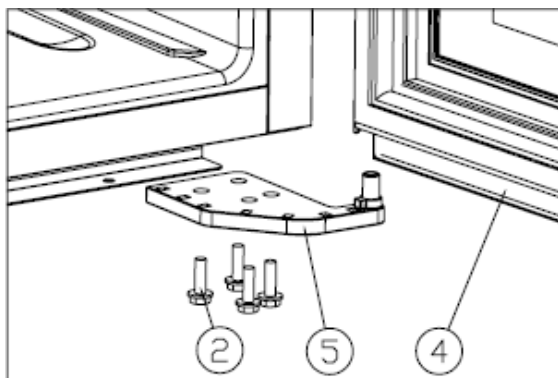

Рисунок 2
Открутите винты M5*16 (2), демонтируйте правую нижнюю петлю (5). [Рисунок 2]